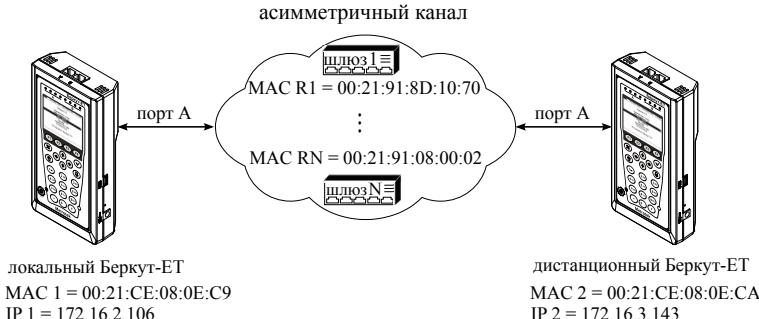

Рис. 7.34. Типовая схема подключения
На рис. 7.34 рассмотрена типовая схема подключения приборов к тестируемой сети с использованием порта А. Для порта В схема подключения будет аналогичной.
- Подключить локальный **Беркут-ЕТ** и дистанционный **Беркут-ЕТ** по схеме, представленной на рис. 7.34.
2. Подключить локальный **Беркут-ЕТ** и дистанционный **Беркут-ЕТ** по схеме, представленной на рис. 7.34.